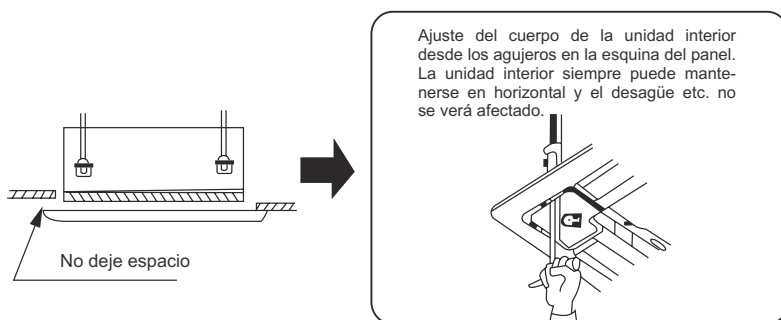

Fig.36
- (3) Si todavía queda un espacio entre el techo y panel de decoración después de ajustar los tornillos, vuelva a ajustar la altura de la unidad interior (Fig. 36)